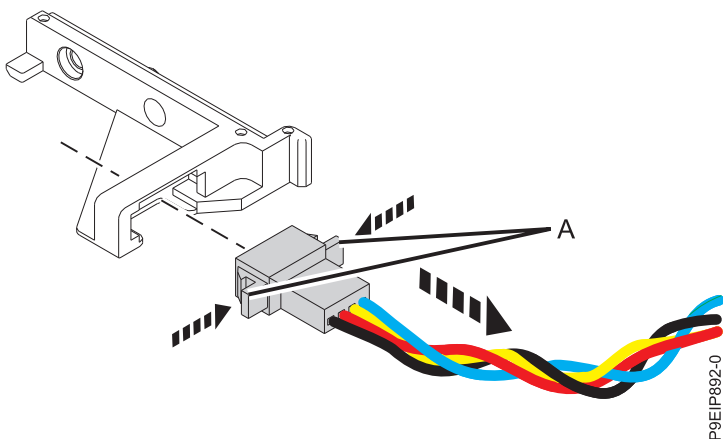

Figura 36. Removendo o cabo do ventilador do suporte do ventilador
- Desconecte o cabo do ventilador do suporte apertando as guias em (A) e, em seguida, remova o cabo do ventilador do suporte, conforme mostrado na Figura 36.